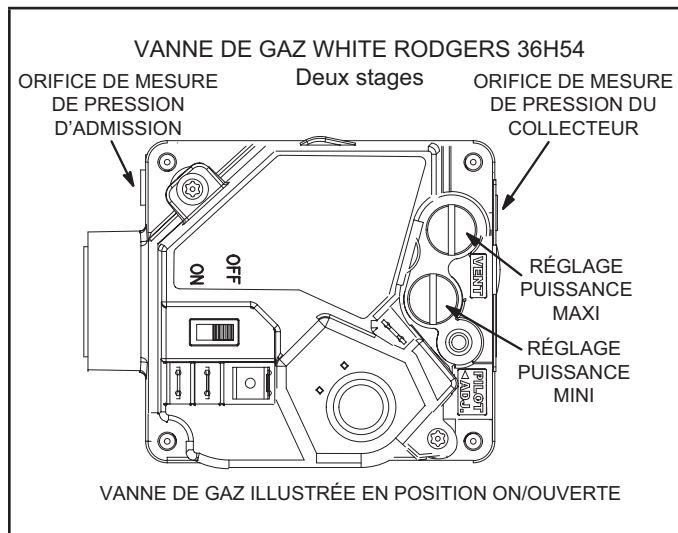

FIGURE 37
Fonctionnement de la vanne de gaz Honeywell VR8205Q / VR8305Q et White Rodgers 36H54 (FIGURE 37).
- 5 - Mettre l'interrupteur de la vanne de gaz sur **OFF/FERMÉE**. Voir FIGURE 37.
- 6 - Attendre cinq (5) minutes pour s'assurer que tout le gaz a eu le temps de se dissiper. En cas d'odeur de gaz, **ARRÊTER!** Appeler immédiatement le fournisseur du gaz depuis un voisin et se conformer à ses instructions. S'il n'y a pas d'odeur de gaz, passer au point suivant.
- 7 - Mettre l'interrupteur de la vanne de gaz sur **ON/FERMÉE**. Voir FIGURE 37.